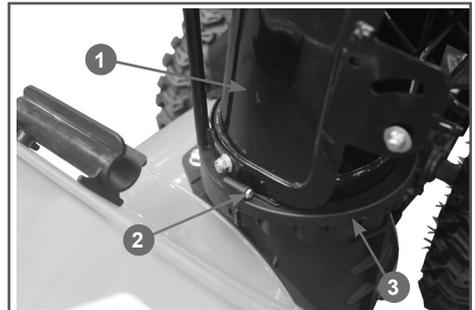

Рис. 13 Установка желоба ST553
- Закрепите стопоры двумя винтами 2 (Рис. 13).